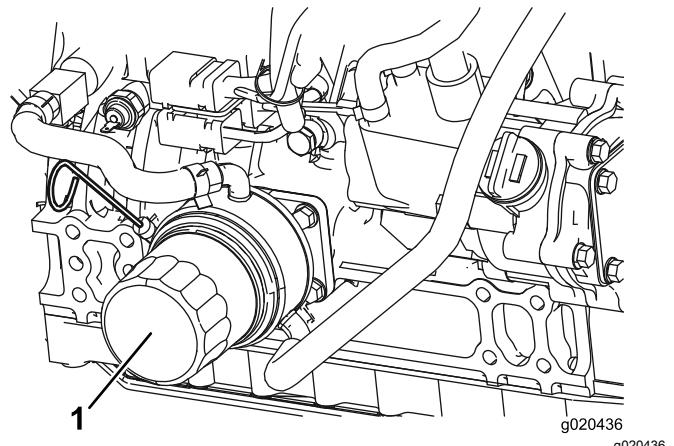

Bild 55
- Entfernen Sie den Ölfilter (Bild 55).